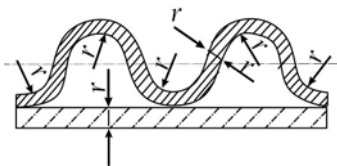

Рис.3.13
**3.13.** Для составного профиля, изображенного на рисунке, определить момент инерции относительно горизонтальной центральной оси (рис.3.13).